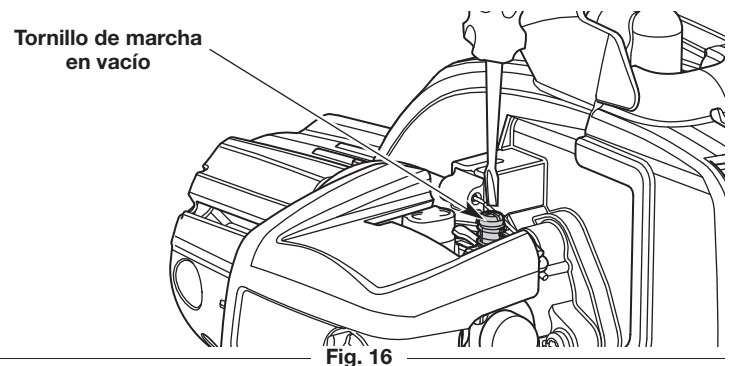

Fig. 16
- Si el motor se para, use un destornillador Phillips pequeño para girar el tornillo de velocidad de ralentí en el sentido de las agujas del reloj, 1/8 de giro cada vez (según sea necesario) hasta que el motor funcione al ralentí de manera uniforme (Fig. 16).
- Si el motor funciona al ralentí demasiado rápido, gire el tornillo de velocidad de ralentí en el sentido contrario de las agujas del reloj, 1/8 de giro a la vez (según sea necesario) para reducir la velocidad de ralentí (Fig. 16).